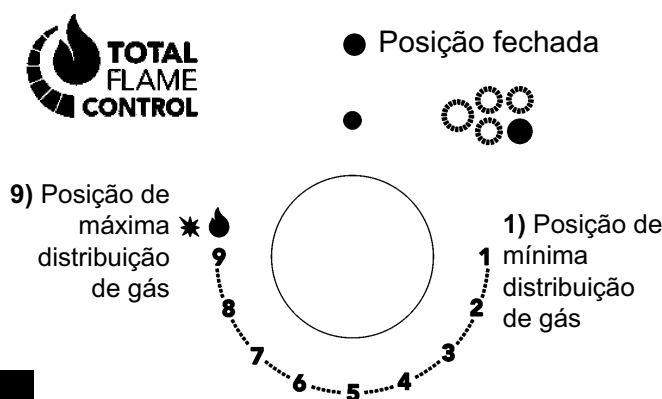

FIG. 1
Carregue no botão correspondente ao queimador que pretende utilizar e gire-o para a esquerda, colocando-o na posição de Máximo  (posição 9 fig.1). Prima então o botão até ao fim, a torneira está equipada com uma escala de 9 posições, com cada clique a chama é reduzida até atingir a posição de 1, ou seja, o fornecimento mínimo de gás.
Com os queimadores providos de termopar de segurança, é necessário girar para a esquerda o botão correspondente ao queimador que pretende utilizar, colocá-lo na posição de Máximo (posição 9 fig. 1) até perceber uma pequena paragem e premir então o botão. Com o queimador aceso, mantenha o botão premido durante cerca de 10 segundos.
- Quando a água começar a ferver, coloque o botão na posição de Mínimo (Posição 1, fig. 1).
- **queimadores com dispositivo de falha de chama só pode ser inflamado quando o botão tem-se relacionado com o total de Setembro, sobre a posição de Máximo (Posição 9, fig. 1).**
- acenda o queimador e coloque o botão de comando na posição de "Mínimo" (lume brando fig. 1).